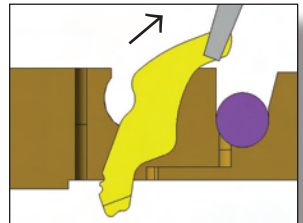

図 14: コンタクトの取り外し
- コンタクタはロードボード側の面が上向き状態のままにしておきます。ピンセットを使用してハウジングから、コンタクトを慎重に引き抜きます。図 14を参照下さい(除去の順序は重要ではありませんが、一つの角から始めてコンタクトの周りへと進む方が、比較的容易なようです)。